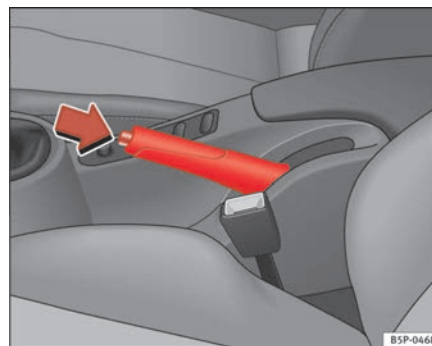

Abb. 147 Handbremse zwischen den Vordersitzen
⇒ Abb. 147.
- Ziehen Sie den Hebel etwas nach oben, drücken Sie die Entriegelungstaste in Pfeilrichtung ⇒ Abb. 147 und führen Sie den Handbremshebel ganz nach unten ⇒ .